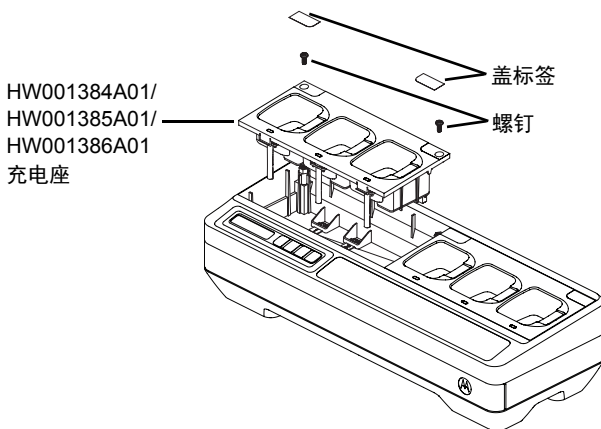
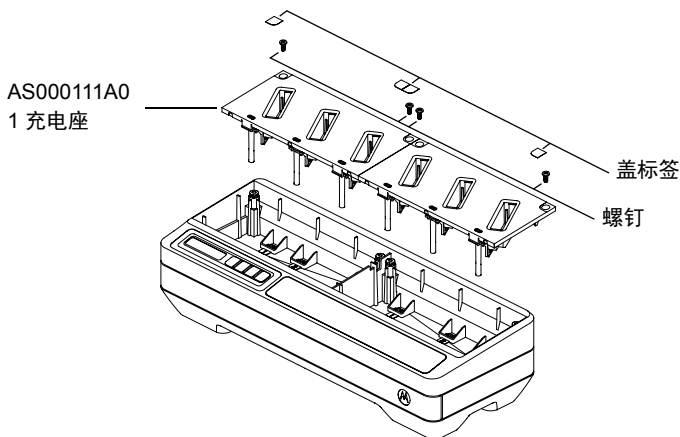

图 24: 安装和取出 HW001384A01/HW001385A01/HW001386A01 充电座
图 25: 安装和取出 AS000111A01 充电座
4. 在接头上向上拉，卸下充电座线束（请参阅图 24 和图 25）。